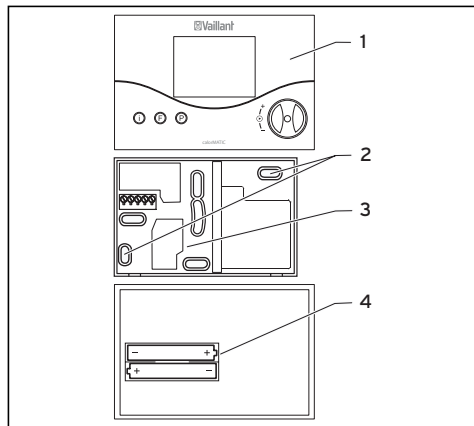

Fig. 9.1 Montaggio della centralina di regolazione della temperatura ambiente
- Praticare due fori di fissaggio **(2)** con diametro di 6 mm (come illustrato alla fig. 9.1) ed inserire i tasselli in dotazione.
- Inserire le batterie in dotazione nel vano batterie (fig. 9.1, pos. **4**) posto sul retro della centralina di termoregolazione. Assicurarsi che la polarità delle batterie sia corretta.